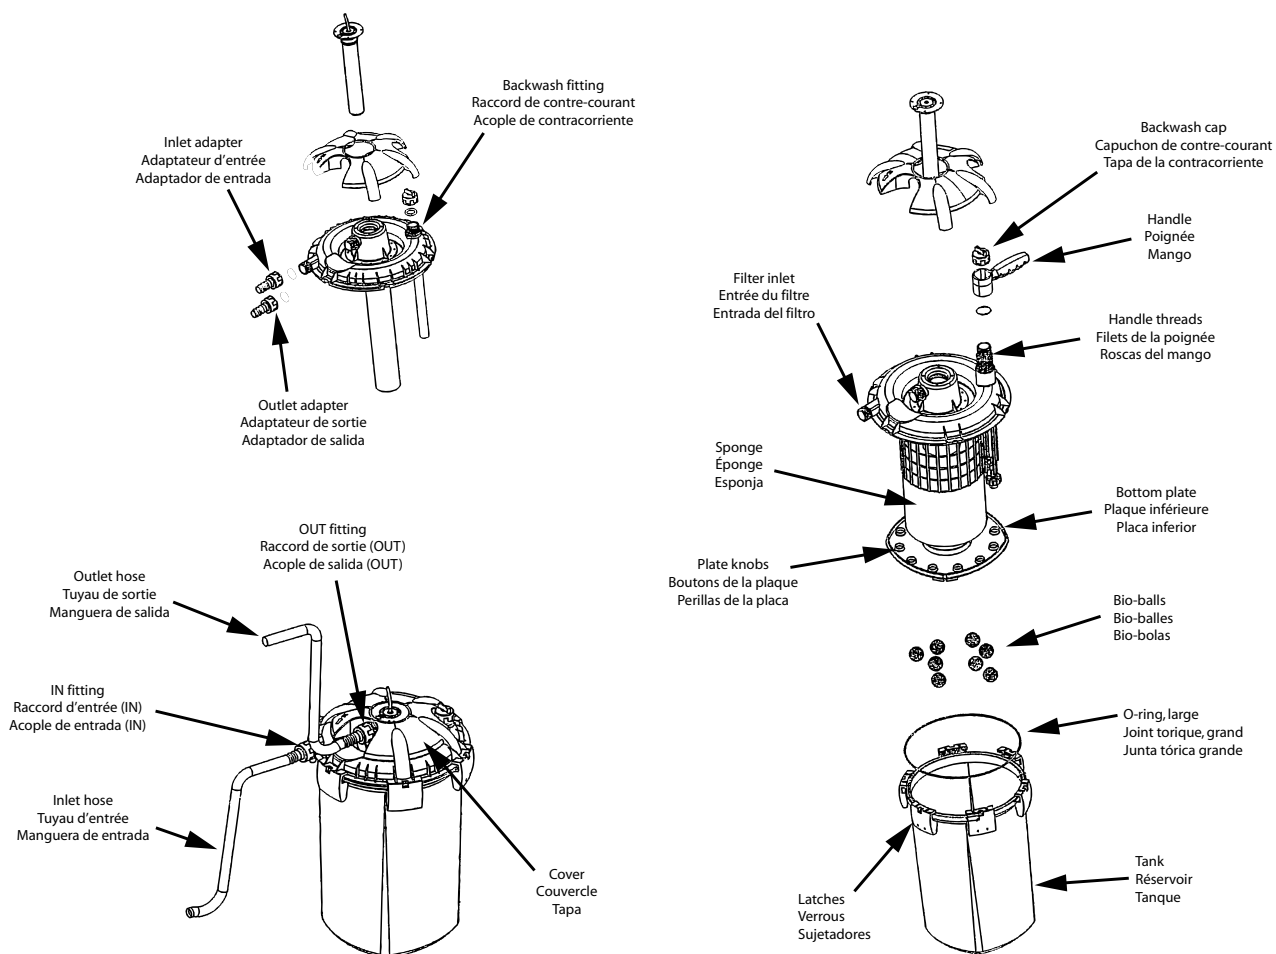

Fig. 1
1. Choisir un emplacement approprié pour y enterrer le filtre, au même niveau que les brides de fermeture si nécessaire (Figure 1).